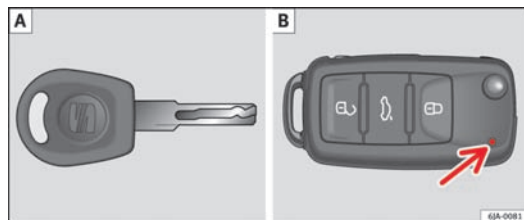
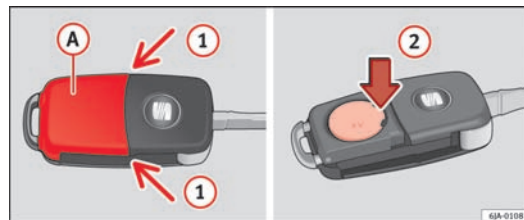

Fig. 43 Nøgler med fjernbetjening / Nøgler uden fjernbetjening
Fig. 44 Nøgler med fjernbetjening: Afmontering af afdækning / Udtagning af batteri
Der udleveres altid to nøgler sammen med bilen. Afhængigt af udstyr kan din bil være udstyret med nøgler uden fjernbetjening ⇒ Fig. 43 - A eller med fjernbetjening ⇒ Fig. 43 - B.
Der er et batteri under afdækningen i hver nøgle med fjernbetjening (A) ⇒ Fig. 44. Hvis batteriet er afladet, lyser den røde kontrol-lampe ⇒ Fig. 43 - B ikke, når du trykker på en knap på nøglen med fjernbetjening. Vi anbefaler, at du får skiftet nøglens batteri hos en ▶
- Tag afdækningen af batteriet i pilens retning ① ⇒ Fig. 44 med tommelfingeren eller med en skruetrækker.
- Tag det afladede batteri ud ved at trykke på det sted, der er markeret med pile ②.